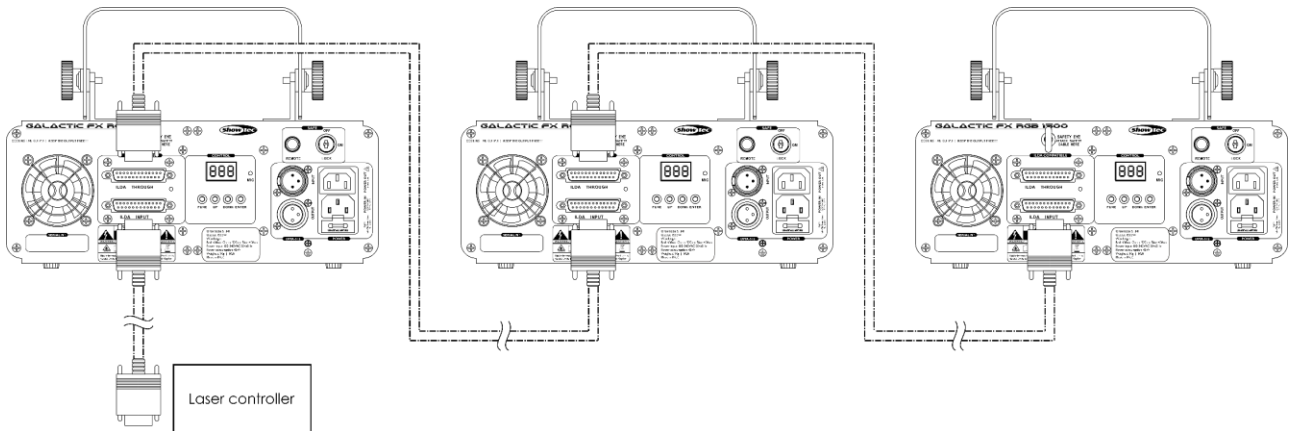

Abb. 15
- 03) Verbinden Sie die gewünschte Anzahl an Geräten auf diese Weise in Reihenschaltung hintereinander wie in Abb. 15 gezeigt. Die Geräte erkennen die ILDA-Verbindung automatisch und können mit einer ILDA-kompatiblen Software bedient werden.